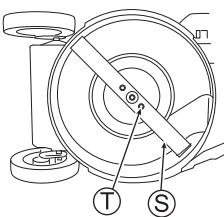

Abb. 40
- Wenn die Klinge (S) oder die Klingenbefestigungsschrauben (T) "verschlissen", "gebrochen" oder "deformiert" sind, ersetzen Sie sich durch neue, von uns angegebene Teile.
- Vergewissern Sie sich, dass die Klingenbefestigungsschrauben (T) mit dem angegebenen Drehmoment angezogen sind. (Siehe Abb. 40)
- Ziehen Sie die Klingenbefestigungsschrauben (T) von Hand ordentlich an.